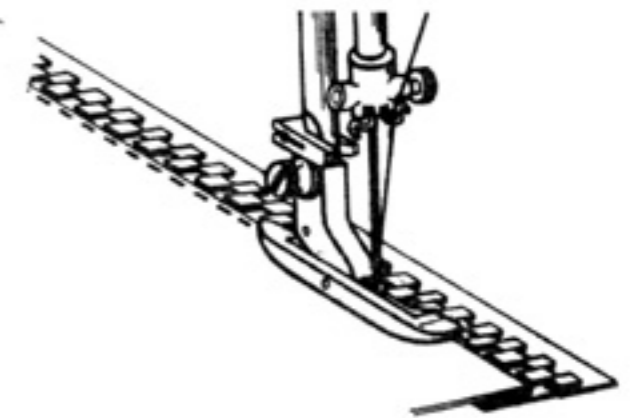

Рис. 65
43. Пришивание застёжек - молния (рис. 65)